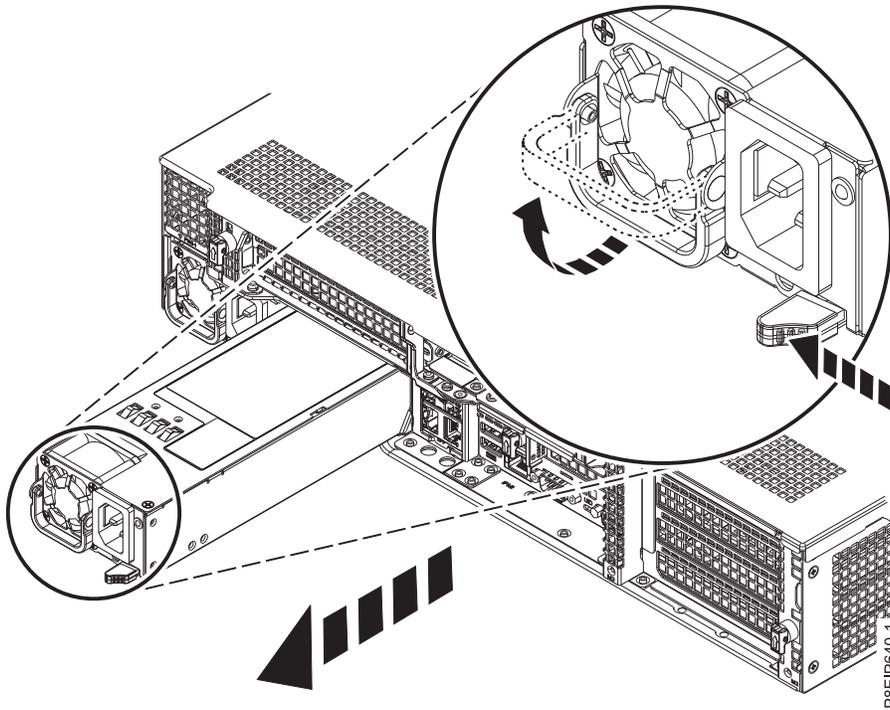

Figura 70. Removendo uma fonte de alimentação do sistema
- a. Para desprender a fonte de alimentação de sua posição no sistema, empurre a guia de travamento para a esquerda conforme mostrado na Figura 70 na página 106.